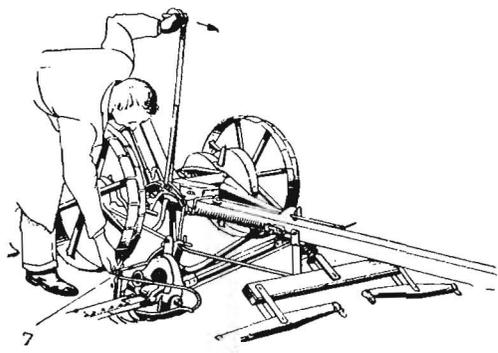

Bild 2
7. Scharnierstück mit Fingerbalken durch Bolzen verbinden. Dabei ist der große Handhebel nach vorn zu drücken (Bild 2).